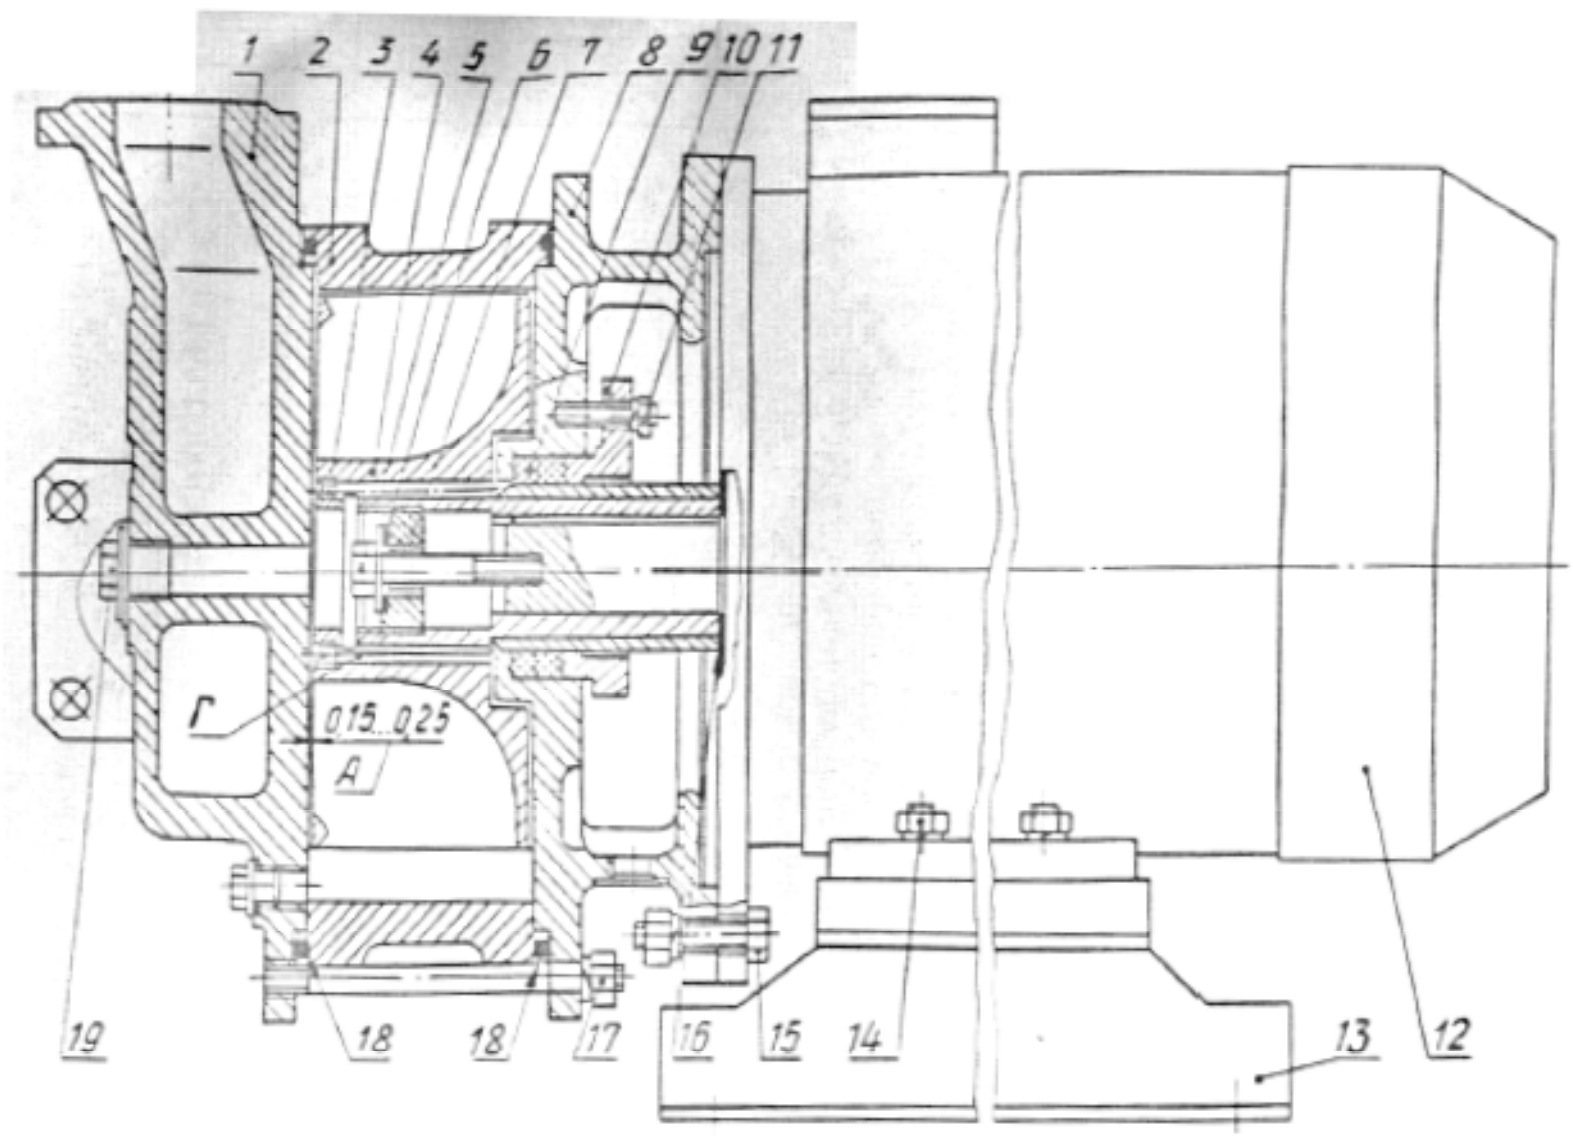

Рисунок 1 - Разрез электронасоса BBH1-1,5
4.1.2 Порядок разборки электронасоса (см. рисунок 1):